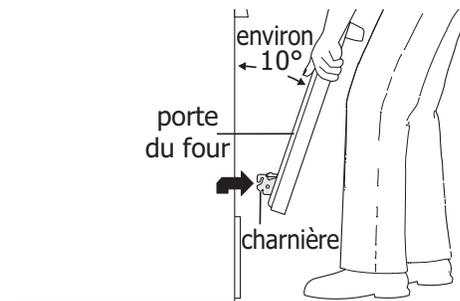
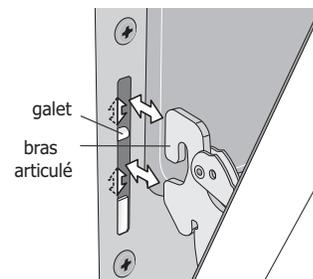

Figure 13 : Soutien de la porte pour la dépose
Figure 14 : Repos du bras articulé et du galet
3. Saisir fermement les deux côtés de la porte du four. Ne pas la soulever par la poignée (voir Figure 13).
4. Ouvrir la porte à un angle d'environ 10 degrés du cadre de porte (voir Figure 13).
5. Soulever les bras articulés hors des galets situés de part et d'autre du cadre de four (voir Figure 14).
1. Saisir fermement les deux côtés de la porte du four. Ne pas la soulever par la poignée (voir Figure 13).
2. Tout en tenant la porte au même angle que pour la dépose, asseoir le crochet du bras articulé sur les galets situés de part et d'autre du cadre de four (voir Figure 13 et Figure 14). Le crochet du bras articulé doit s'asseoir fermement sur les galets.